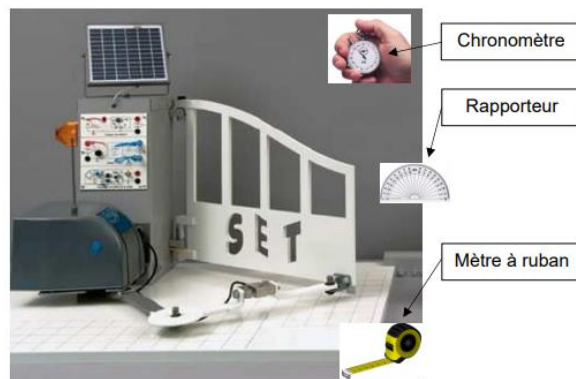

Figure 3 : matériel utilisé
- à l'aide du mètre à ruban fourni, mesurer le rayon de rotation  $R$  de l'extrémité du vantail gauche entre l'axe de rotation du vantail gauche (figure 3) et l'extrémité du vantail.